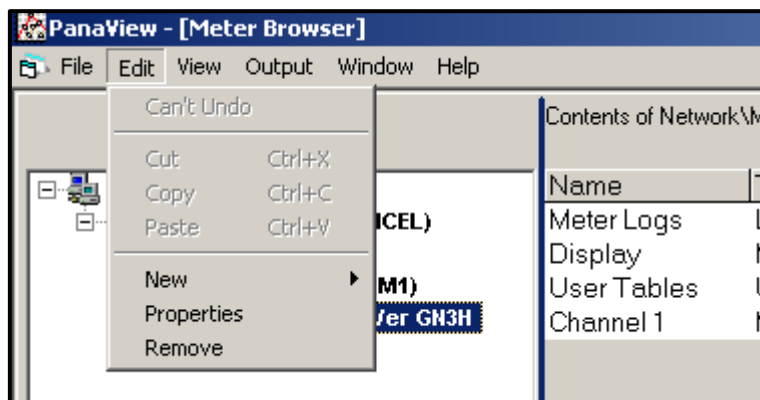

Рисунок 25: Пункт «*Properties*» (Свойства) в меню «*Edit*» (Редактирование)
2. откройте меню «*Edit*» (Редактирование) и выберите пункт «*Properties*» (Свойства), как показано на рис. 25.